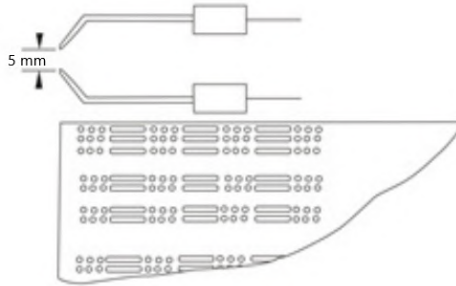

Figura 12
- Controllare regolarmente la posizione degli elettrodi di partenza. Vedere Figura 12, pagina 19.